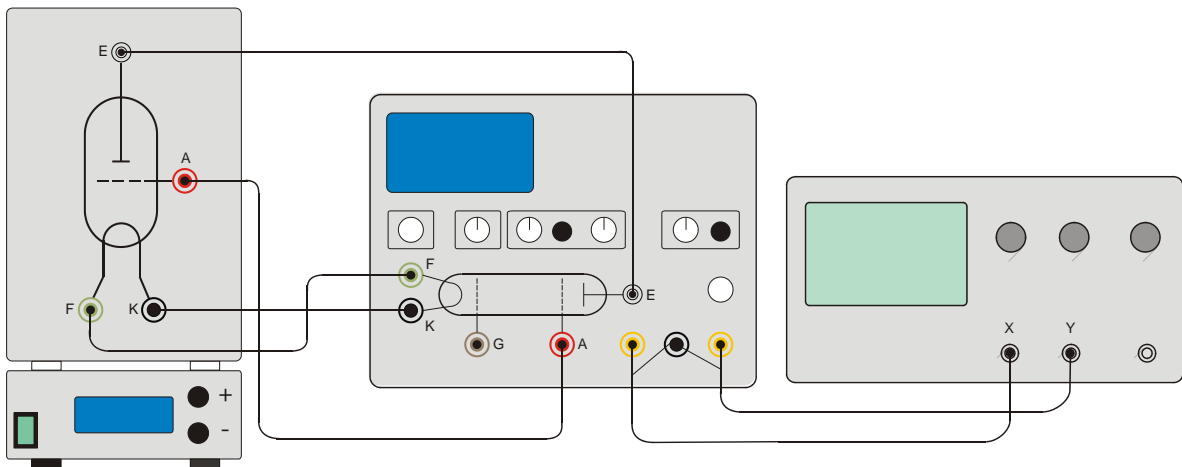

Fig. 2 Experimenteller Aufbau Franck-Hertz-Röhre mit Hg-Füllung
- Die Ein- bzw. Ausgänge „A“, „F“ und „K“ miteinander verbinden (siehe Fig. 2).